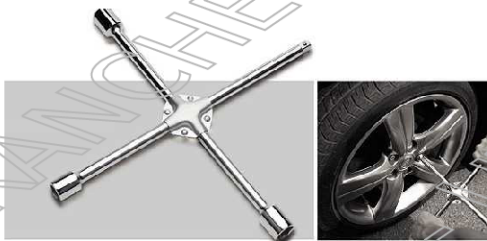
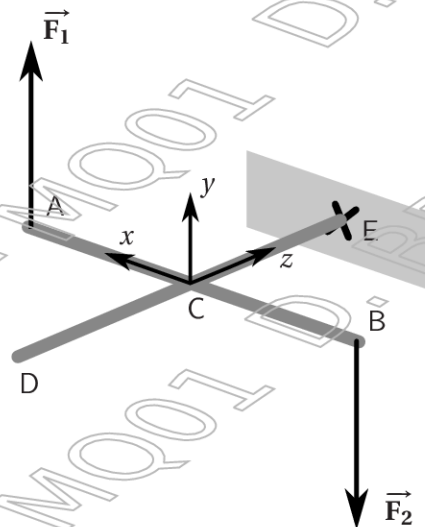

FIGURE 1. Clé en croix
FIGURE 2. Schéma du système étudié
Nous étudions ici une clé en croix utilisée pour serrer et desserrer les écrous de roues automobiles (voir figure 1). Une représentation schématisée du système étudié est donnée à la figure 2. La clé est constituée de 4 tubes CA, CB, CD et CE parfaitement assemblés entre eux au point C. Les bras sont orthogonaux au point C et tous contenus dans le plan (x, z) de la figure 2.
- les actions $\vec{F}_1$ et $\vec{F}_2$ sont portées par l'axe y (voir figure 2) et sont telles que $\|\vec{F}_1\| = \|\vec{F}_2\| = 250 \text{ N}$;
- Déduire des questions 7 et 8 le déplacement vertical total du point A de la clé en croix de la figure 2.